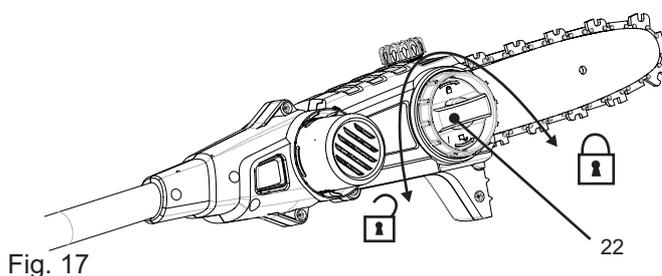

Fig. 17
- > Tournez la molette de blocage [22] pour visser le capot [24] complètement. (Fig. 17)